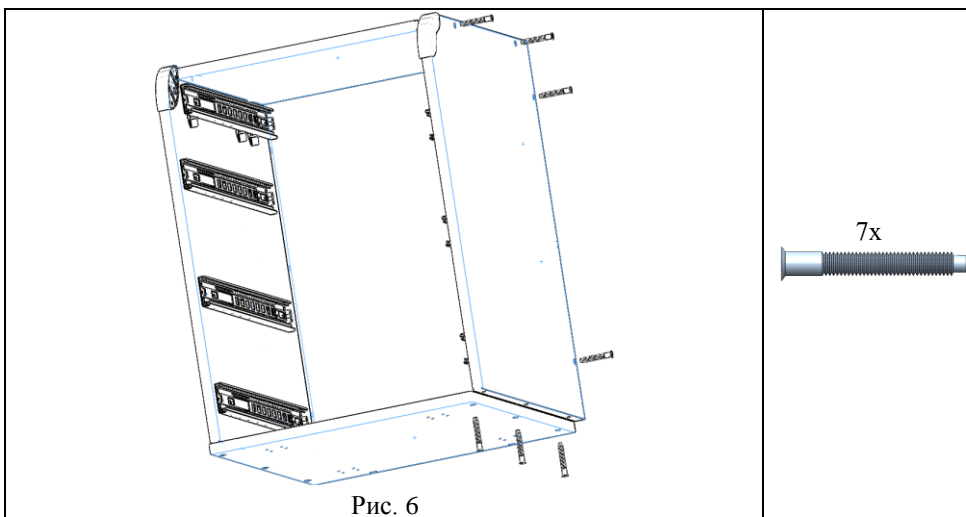

Рис. 6
5.1.7 На сборку по п.5.1.6. установить и закрепить сборку по п. 5.1.3. при помощи винтов конфирмат (поз.1, пакет №127), см.рис.6